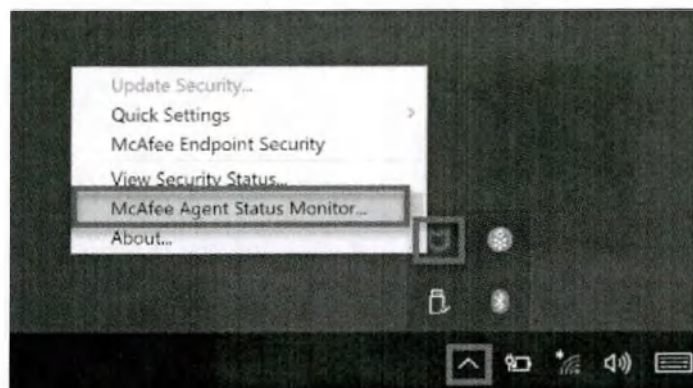

Рисунок 16. Мониторинг состояния агента McAfee
3. При необходимости нажмите , чтобы отобразить скрытые значки (Рисунок 16).
4. Нажмите значок McAfee  (Рисунок 16).
5. Нажмите **McAfee Agent Status Monitor** (Мониторинг состояния агента McAfee) (Рисунок 16).